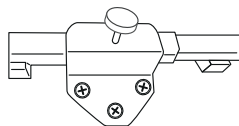

Рис. 4
5. Установите вентилятор и зафиксируйте его барашковым винтом, как показано на (рис. 4).